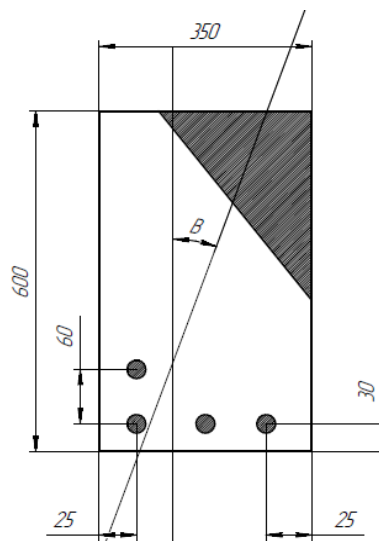

Рис. 1. Железобетонная балка
3. Железобетонная балка (см. рис. 1) с уклоном ( $ctg B = 4$ ); нагрузки непродолжительного действия отсутствуют; бетон тяжелый класса В25,  $\gamma_{b2}=0,9$ , арматура класса АIII ( $R_s = 365$  МПа); 4 единицы растянутой диаметром 24 мм; изгибающий момент в вертикальной плоскости  $M = 255$  кН·м.